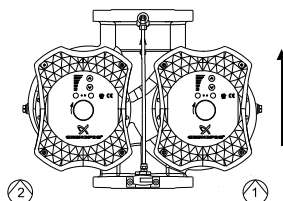

Fig. 1 Circulateur maître (1) et circulateur esclave (2)
Le circulateur maître est toujours celui situé à droite, vu de l'extrémité du boîtier de commande et lorsque le circulateur pompe vers le haut. Voir fig. 1, pos. 1.